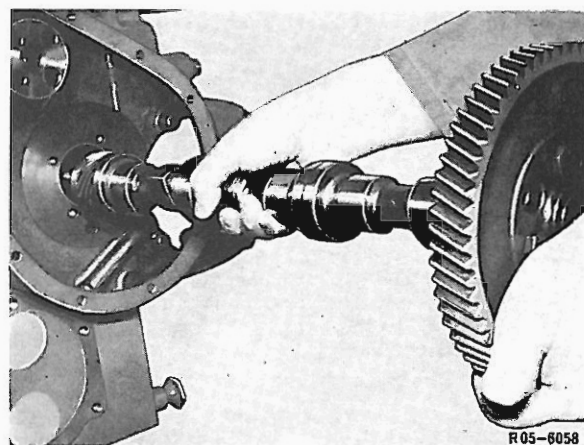

Bild 2
- 10 Nockenwelle vorsichtig, damit die Lager nicht beschädigt werden, herausnehmen (Bild 2).